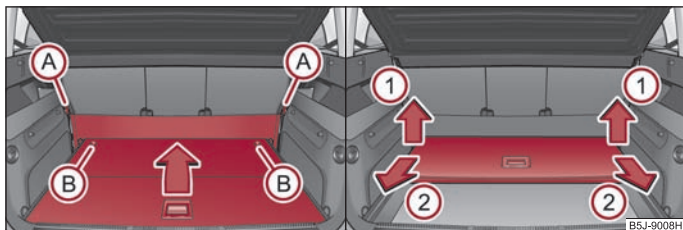

Abb. 62 Gepäckraum: Variabler Ladeboden zusammenklappen / herausnehmen
- Hängen Sie die Schlaufen (A) ⇒ Abb. 62 der elastischen Trennwand aus den Befestigungspunkten aus.
- Durch Drehen der Sicherungsbolzen (B) um ca. 180° nach links entriegeln Sie den variablen Ladeboden ⇒ Abb. 62.
- Heben Sie den variablen Ladeboden in Pfeilrichtung ① an ⇒ Abb. 62 und nehmen Sie den Ladeboden durch Ziehen in Pfeilrichtung ② heraus ⇒ Abb. 62.
- Durch Drehen der Sicherungsbolzen (B) ⇒ Abb. 62 um ca. 180° nach rechts verriegeln Sie den variablen Ladeboden.